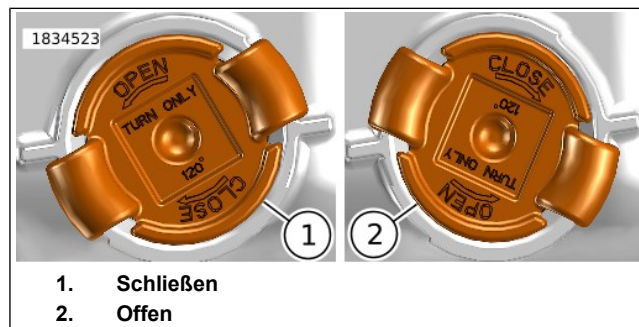

Abbildung 87. Ausrichtung der Ablassschraube
- b. Siehe Abbildung 87. Die Motorölablassschraube gegen den Uhrzeigersinn in die geöffnete (2) Position drehen.
- b. Siehe Abbildung 87. Die Motorölablassschraube und den O-Ring in die geöffnete (2) Position bringen.
- c. Die Motorölablassschraube im Uhrzeigersinn drehen, um sie zu schließen (1).